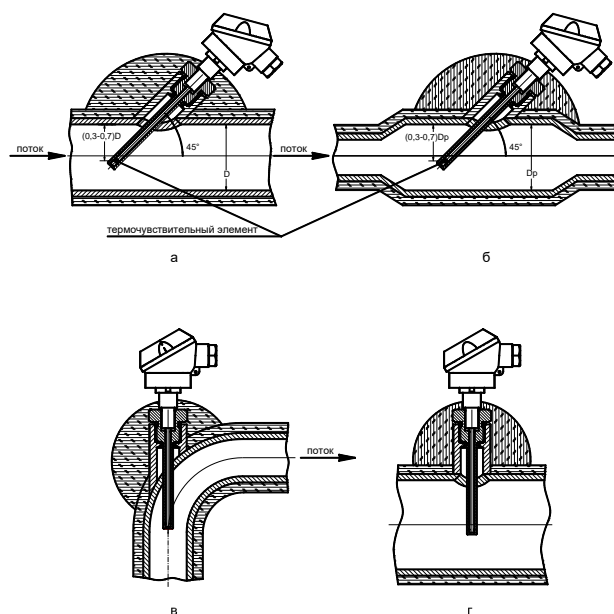

Рисунок 6.8 Рекомендуемые варианты установки термopреобразователей на трубопроводе
6.5.3 Если диаметр чувствительного преобразователя ТС превышает  $0,13D$ , то допускается при установке ТС применять расширитель (рисунок 6.8 б), где  $D_p$  – внутренний диаметр расширителя.